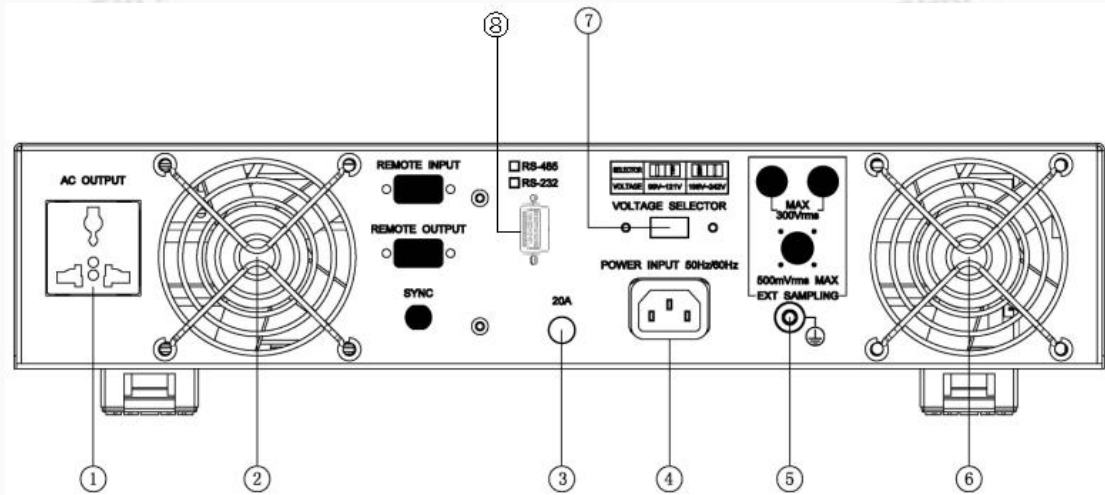

图 4.3 GK10010 后面板示意图
将自动转台的接地端子(图 4.3 中的⑤)接大地,以保护设备和操作人员的安全。
将系统所配的电源线阴插一端插入仪器后面板的“电源输入”(图 4.3 中的④)接口处内。仪器使用的额定电压为 $110V \pm 11V$ 或 $220V \pm 22V$, 确保供电电源在本仪器的额定电压范围内并确保后面板的电源选择器开关打在正确的位置。